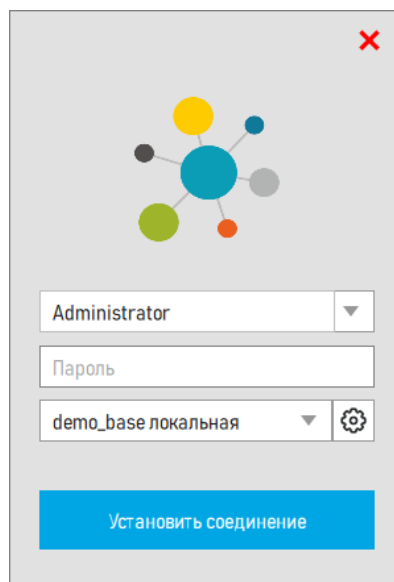

Рисунок 2 – Установка соединения с БД
2) В открывшемся диалоговом окне (рисунок 2) выбрать параметры подключения к БД и нажать на кнопку «Установить соединение».
Или запустить исполняемый файл «classifiers» из папки установки ПК Pragmatica (ОС Microsoft Windows, ОС Astra Linux). В открывшемся диалоговом окне (рисунок 2) выбрать параметры подключения к БД и нажать на кнопку «Установить соединение».